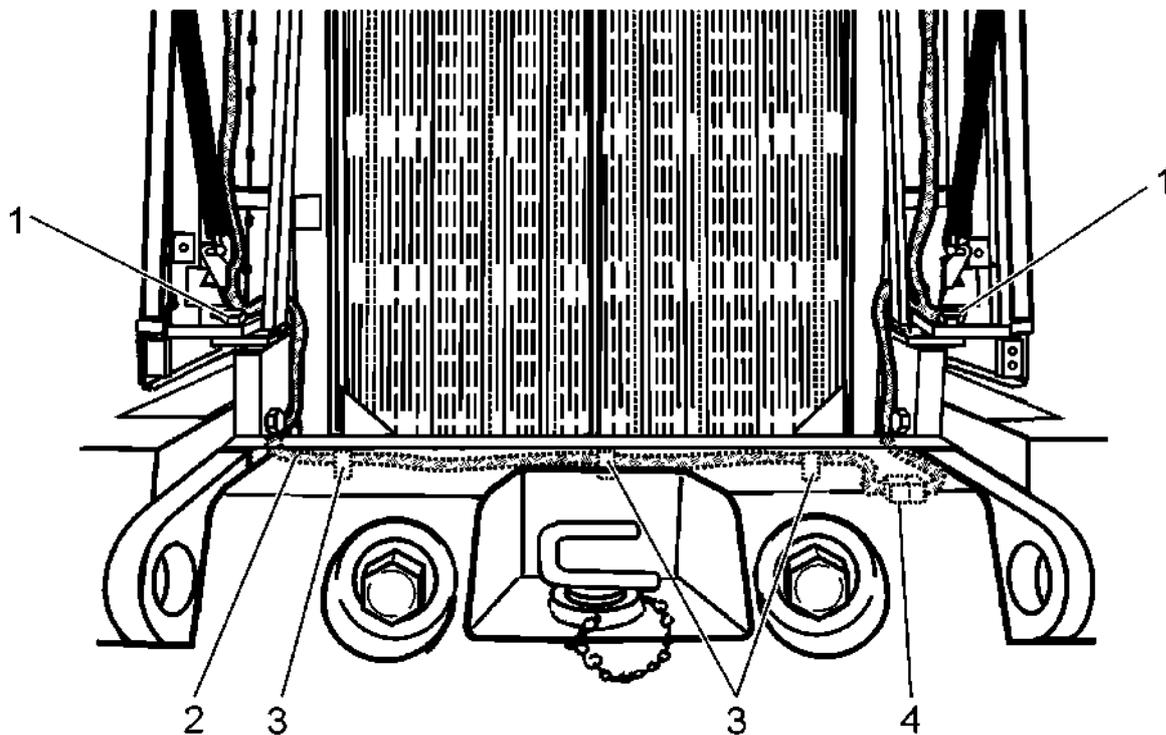

Рис. 6.3. Точки крепления ограждений двигателя и жгута электропроводов
- Открыть заднее ограждение (5, Рис. 6.2.), вынуть жгут (2, Рис. 6.3.) электропроводов из скоб (3) на раме. Разъединить штекерный электроразъем (4).
- Выкрутить болты (1, Рис. 6.3.), крепящие крышу (3) к раме.